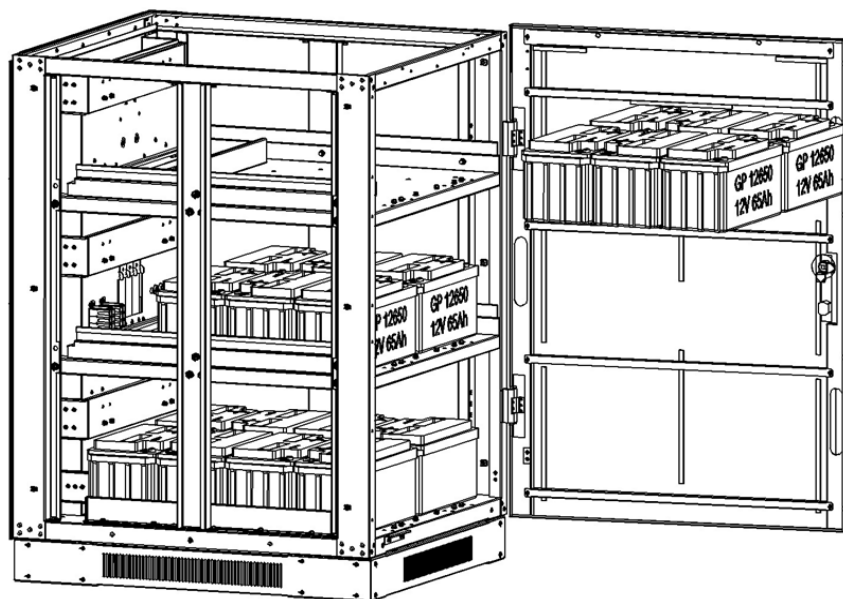
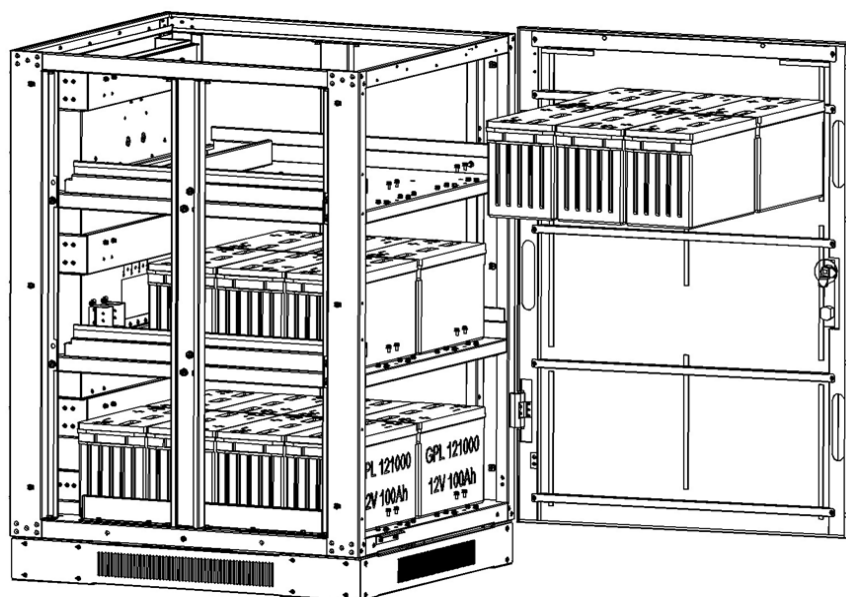

Figure 5-13 : modèle BP240V65-NIB
Figure 5-14 : modèle BP240V100-NIB
6. Installer 6 modules de batteries dans la couche 3 (Figure 5-13 : modèle BP240V65-NIB ou Figure 5-14 : modèle BP240V100-NIB).